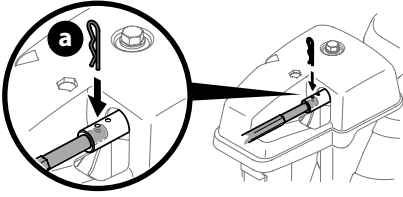

Figura 34
- Empuje la varilla de control del canal hacia el panel de control hasta que el orificio de la varilla quede alineado con el orificio del medio del acoplador de control del canal e inserte el pasador de chaveta (a) que extrajo en el Paso 1 (Figura 34).